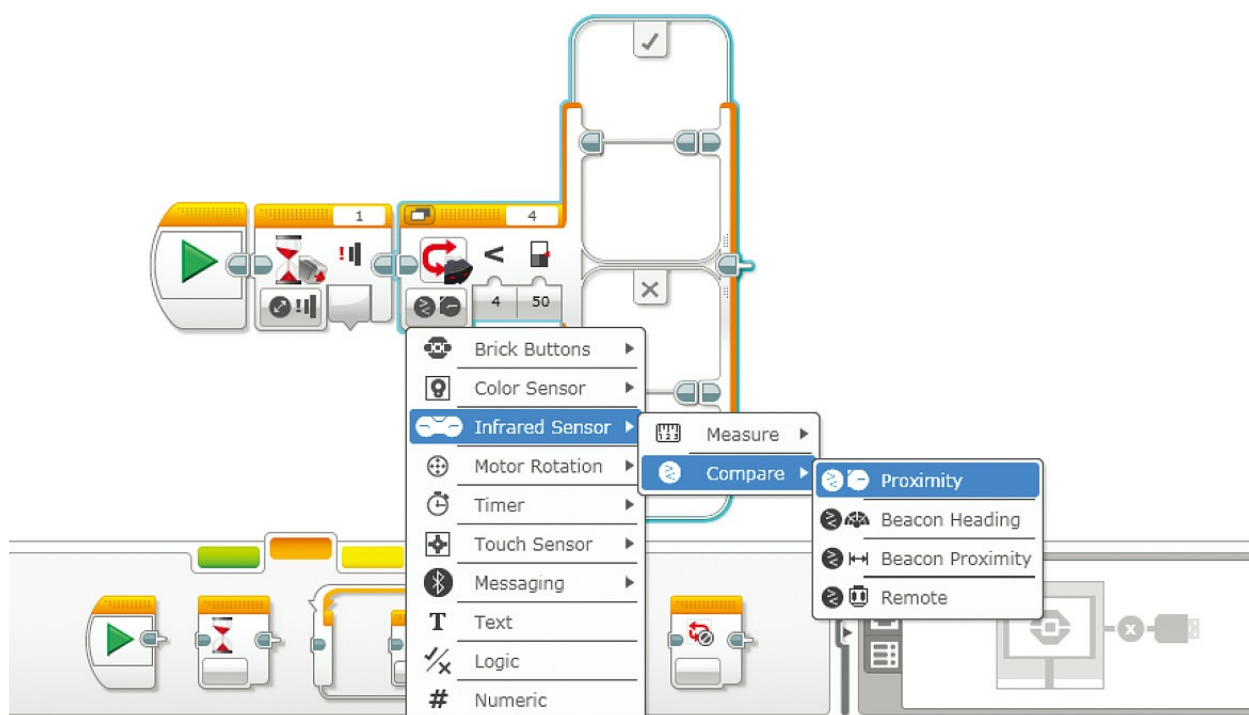

图9.3 更改切换模块的模式
2. 更改模式到“红外传感器——比较——近程”，操作如图9.3所示。